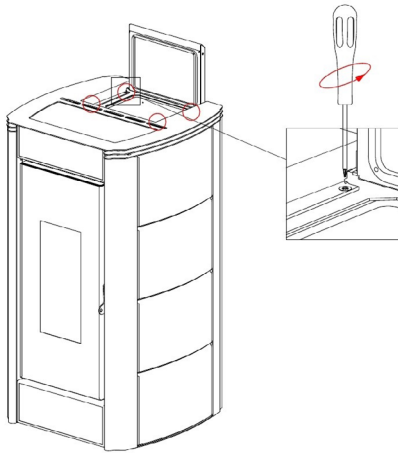

Fig. 25 - Entfernen der Schrauben
- Abdeckung entfernen: Die 4 oberen Schrauben heraus-schrauben (siehe **Fig. 25 auf S. 20**).